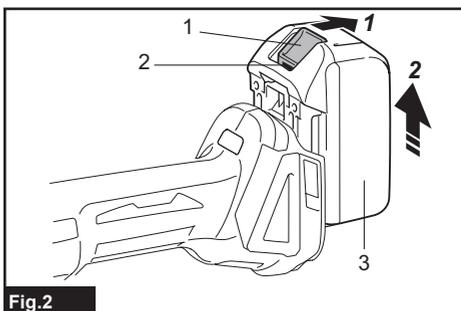

Fig.2
- Fig.2: 1. Botão 2. Indicador vermelho 3. Bateria